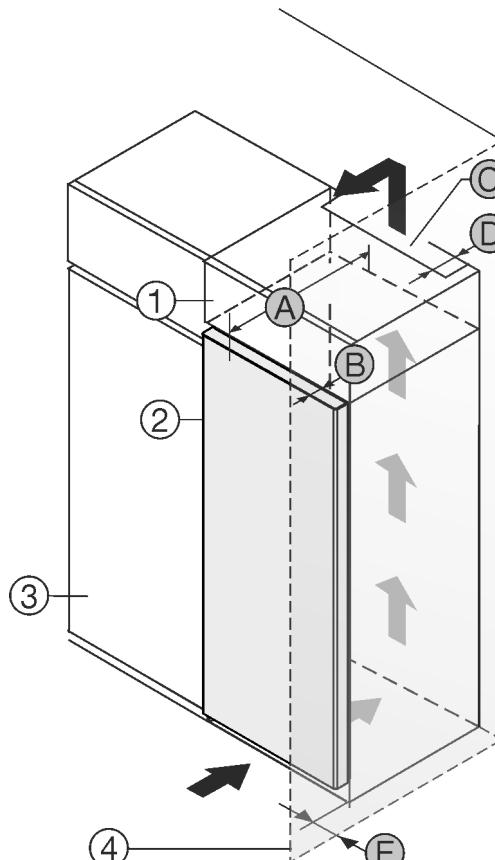

Fig. 1
Přístroj nainstalujte přímo vedle kuchyňské skřínky Fig. 1 (3).* Na zadní straně nástavné skřínky musí být větrací šachta hluboká Fig. 1 (D) přes celou šířku nástavné skřínky.
Pod stropem místnosti musí být dodržen ventilační průřez Fig. 1 (C).
Když se přístroj instaluje závěsy vedle stěny Fig. 1 (4), musí být vzdálenost přístroje od stěny alespoň 40 mm. To odpovídá přesahu madla při otevřených dveřích.
Aby bylo možné dveřka plně otevřít, musí přístroj přesahovat o hloubku dveřek Fig. 1 (B) vůči přední linii kuchyňské skřínky. V závislosti na hloubce kuchyňských skříněk Fig. 1 (3) a použití vymezovačů odstupu od stěny může přístroj vyčnívat dále.*